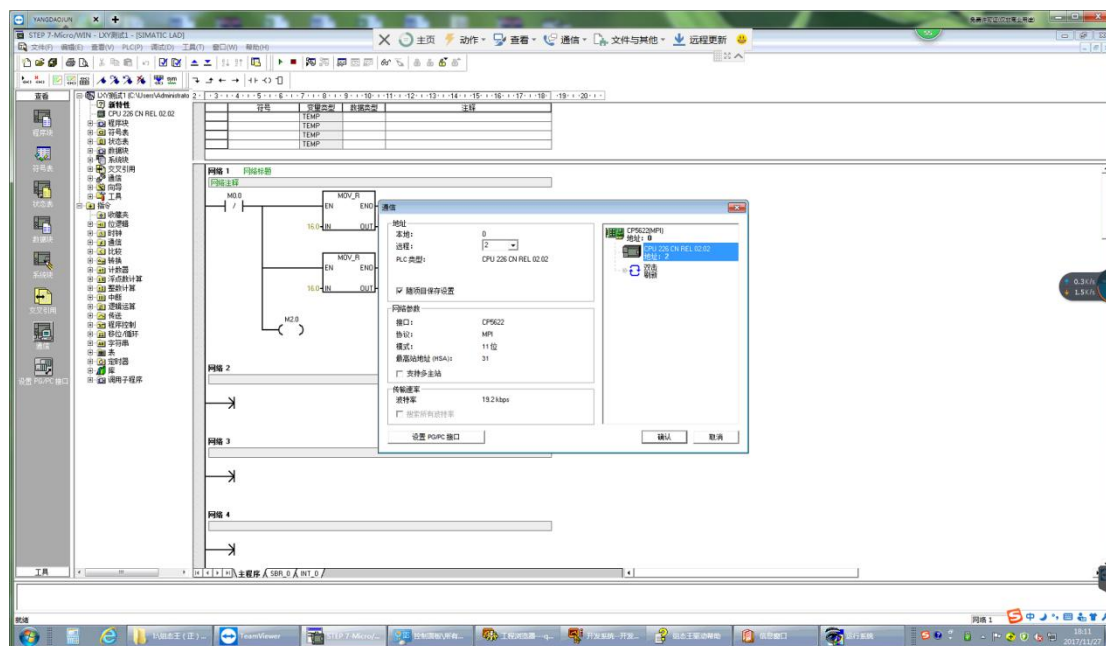

图 1-5
1、点击下图 1-5 左侧“通讯”按钮，弹出“通讯”对话框，“双击刷新”可以看到 CP5611 或 CP5622 通讯卡地址及 MPI 网络下 PLC 的站地址。